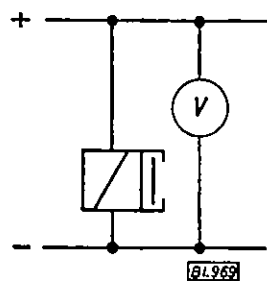

Abb. 8 Spannungsmessung
- a) ob erforderliche Spannung von 24 V $+ 10\%$ an der Kupplung liegt (Abbildung 8).